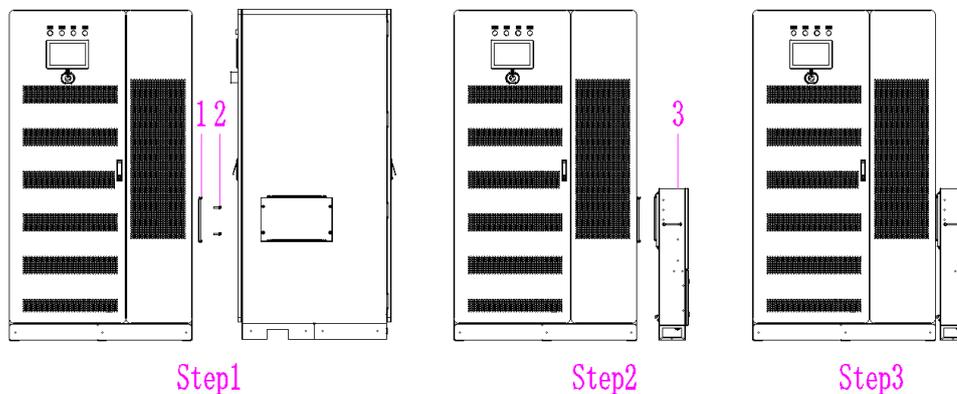

Abb. 4-6. Installation des ATS-Geräts.
Das ATS-Gerät sollte an der Wand von der Speicheranlage Storion H30 an der rechten Seite installiert werden. In der Abb. 4-6. wird die Installation von ATS-Gerät schematisch dargestellt.
Schritt 1: Zuerst wird die ATS-Wandplatte (1) mit vier Stücken Schrauben (2, M8*16) an der rechten Seite von Storion H30 befestigt. Die Position für die Installation der ATS-Wandplatte an Storion H30 wird in der Abb. 4-6. beim Schritt 1 rechts gezeigt.
Schritt 2: Das ATS-Gerät (3) wird direkt an der installierten Wandplatte gehängt.
Schritt 3: Nach der Installation des ATS-Geräts wird der Endzustand von Storion H30 in der Abb. 4-6 beim Schritt 3 dargestellt.